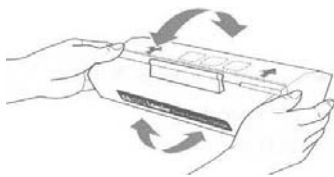

图 2-31 晃动感光鼓
② 轻轻地前后晃动感光鼓使墨粉在盒内均匀地分布，如图 2-31 所示。